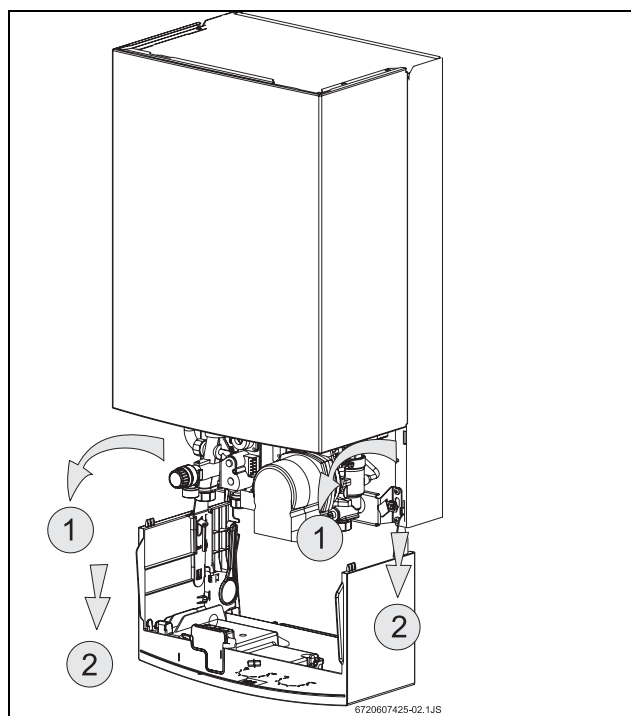

Fig. 11 Posición de servicio para tener acceso al sistema hidráulico y electrónico
- ▶ Para retirar completamente el panel de mandos estando posicionado según Fig. 11, levántelo y tire de él hacia adelante.